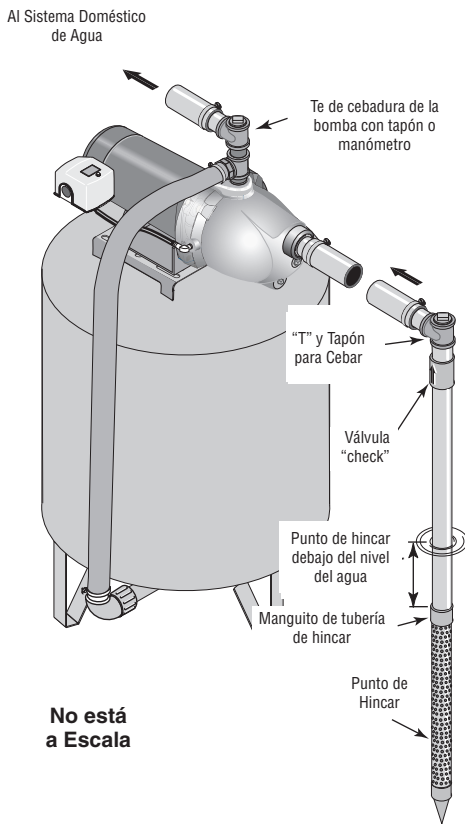

Figura 1 - Instalación del punto de hincar
Instalación del punto del pozo (punto de hincar) (Figura 1)
3. Utilice el menor número de conexiones posible (especialmente codos) al conectar la tubería desde el punto del pozo al orificio de succión de la bomba. La tubería de succión debe ser por lo menos del mismo tamaño que el orificio de succión en la bomba (incluya una válvula "check" si su equipo no está equipado con una) - Vea la Figura 1. Soporte la tubería para que no haya inclinaciones verticales o hundimientos en ella a fin de que no se ejerza tensión sobre el cuerpo de la bomba y con el propósito de que no se incline ligeramente hacia arriba desde el pozo hacia la bomba (los puntos altos pueden ocasionar que se formen bolsas de aire que pueden bloquear la bomba). Selle las juntas de la tubería de succión con cinta sellante de PTFE para roscas de tubería o con un compuesto a base de PTFE especial para las juntas de las tuberías. Las juntas deben de ser a prueba de agua y estar herméticamente cerradas. Si la tubería de succión pudiera succionar aire, la bomba no podría sacar agua del pozo. Si un punto de pozo no proporciona suficiente agua, considere la posibilidad de conectar dos o tres puntos de pozo a una tubería de succión.